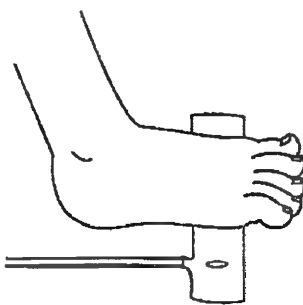

Рис. 2
- 2) Направить кабель датчика так, чтобы он либо был направлен в сторону от пациента, либо проходил вдоль нижней части стопы. Нанести детектор на мясистую часть боковой поверхности подошвы стопы, совместив с четвертым пальцем. В качестве альтернативы детектор может быть прикреплен к верхней части стопы (не показано). Для обеспечения точности данных необходимо полное покрытие окна детектора (см. Рис. 2).